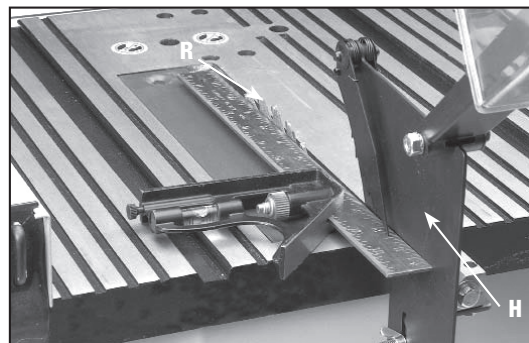

Fig. 16
- Use uma régua para conferir se o separador (H) Fig. 16 esteja alinhado com a lâmina da serra (R). Se for necessário um ajuste, o separador (H) poderá ser movimentado para a esquerda ou direita e girado.